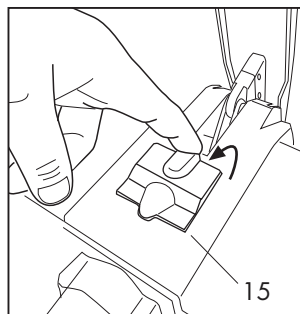

Fig. 10
ATTENTION: si le volet (15) est fermé, l'ouvrir manuellement **(Fig. 10)**